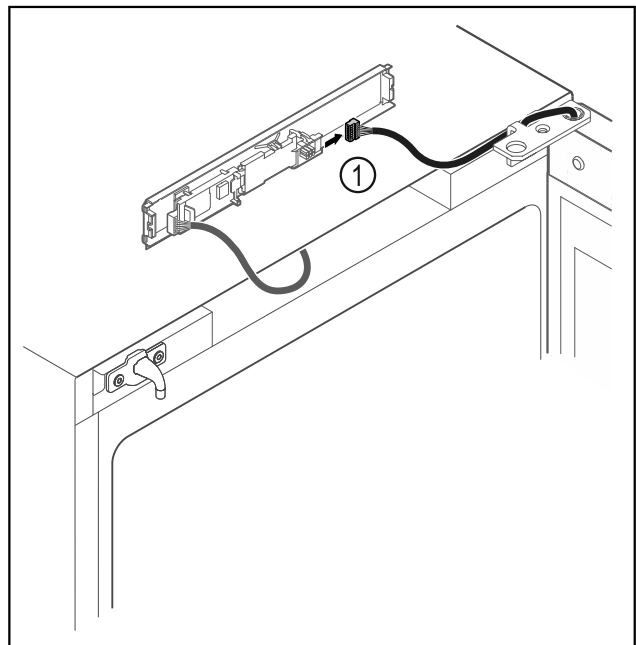

Fig. 13
- ▶ Извадете щекера Fig. 13 (1) от платката.